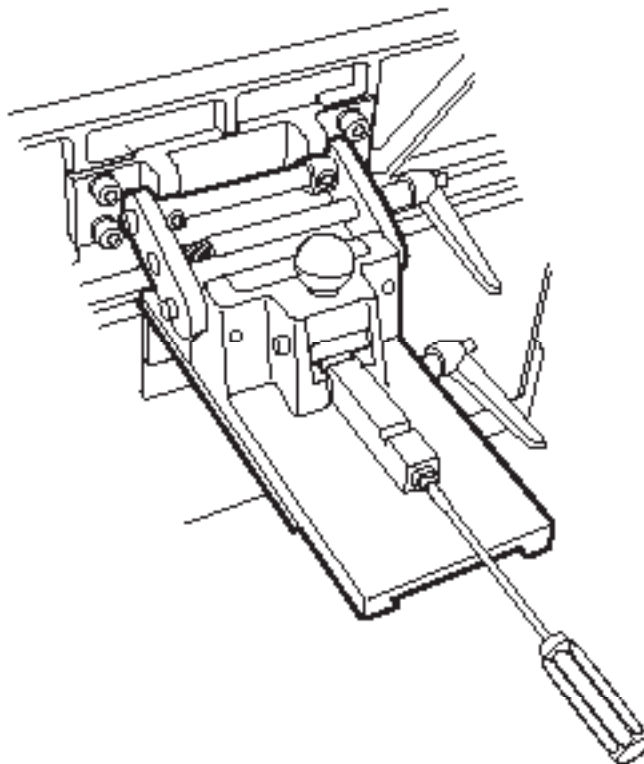

FIGURE 17
5. Utilisez un tournevis à tête plate pour ajuster la position de la tige de butée. Voir Figure 17. Tournez la tige dans le sens horaire pour réduire l'angle du guide et dans le sens antihoraire pour l'augmenter.